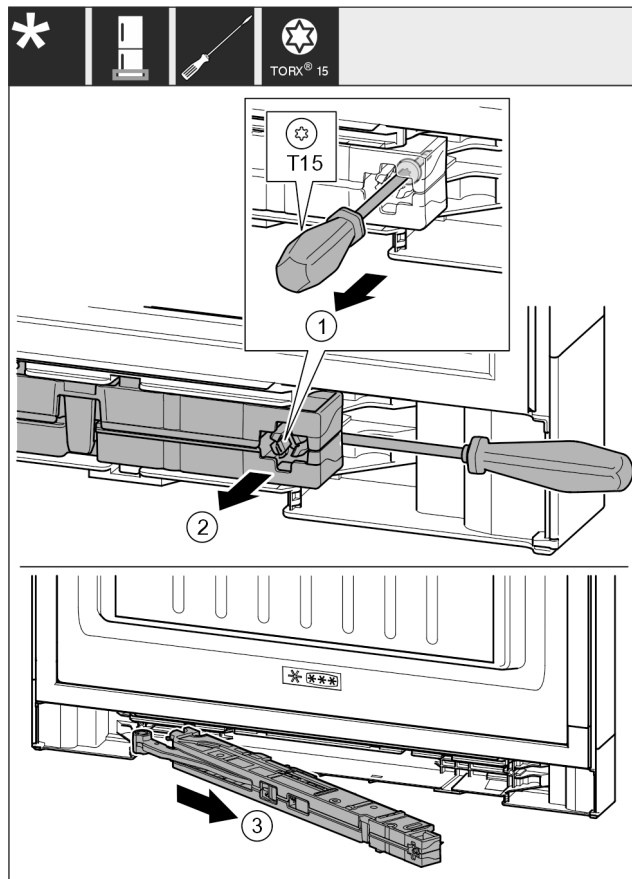

Fig. 17
- ▶ С отвертка T15 отвийте винта на блока на затварящия демпфер с ок. 14 mm. Fig. 17 (1)
- ▶ От страната на дръжката вкарайте отвертка зад блока на затварящия демпфер. Завъртете блока напред. Fig. 17 (2)
- ▶ Извадете блока. Fig. 17 (3)